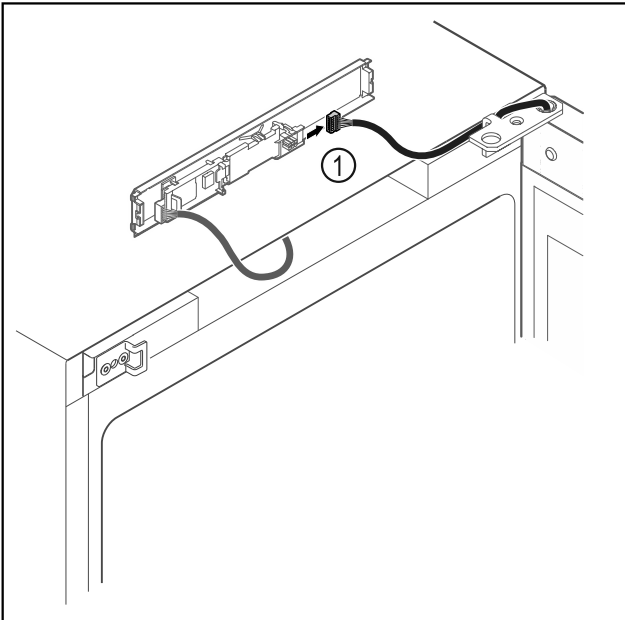

Fig. 12
- Stekker Fig. 12 (1) van printplaat loskoppelen.